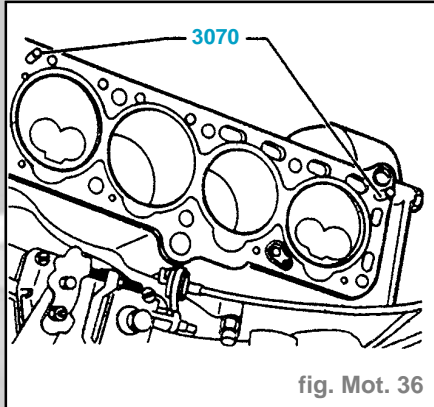

fig. Mot. 36
**Nota :** Pour un positionnement correct de celle-ci, visser au préalable les pivots de guidage de l'outillage **3070** dans les alésages extérieurs (côté admission) (fig. Mot. 36).